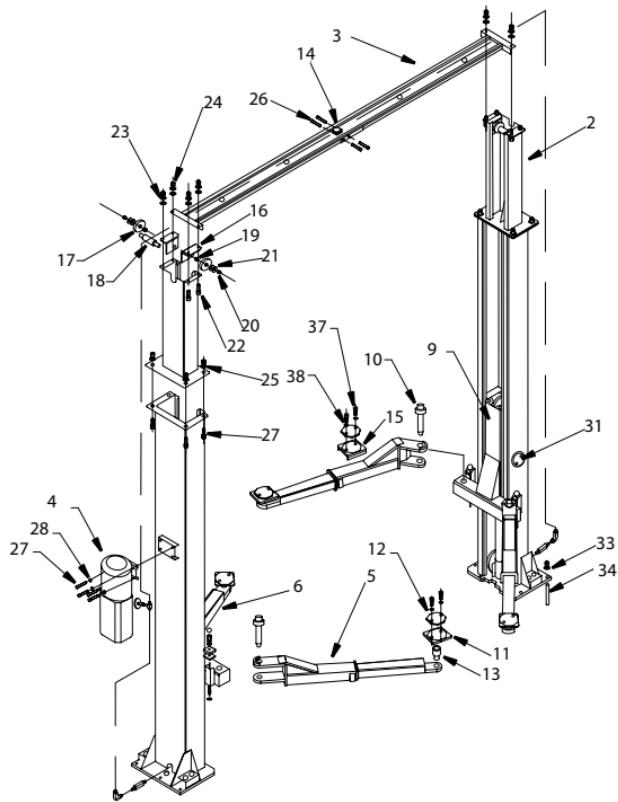

Рисунок 10 – Общий сборочный чертеж
16. Установите рычаги на каретках, применяя ось (рис. 10). Проверить работу блокировок рычагов подхвата. Равномерно и тугу натяните тросы синхронизации так, чтобы каретки оставались на исходной высоте и опирались о первый паз в стойках, а не висели на тросах. (Натягивайте троса поочередно понемногу).